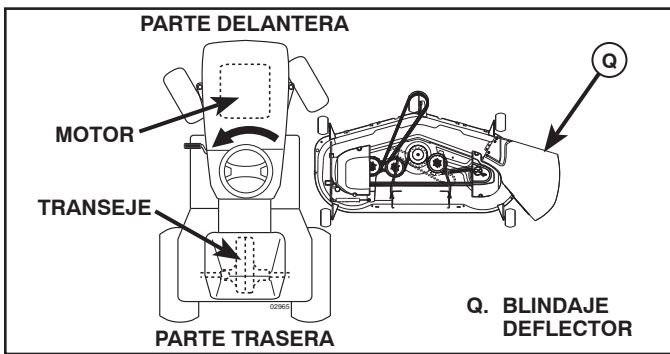

Fig. 24
3. GIRE EL VOLANTE HACIA LA IZQUIERDA Y UBIQUE LA CORTADORA DE CÉSPED EN SU LUGAR (Vea Fig. 24)
- Gire el volante completamente hacia la izquierda y ubique la cortadora de césped en el lado derecho del tractor con el blindaje deflector (Q) a la derecha.
9. INSTALE LA CORREA EN LA POLEA DEL EMBRAGUE DEL MOTOR (M) (Vea Fig. 24 y 32)
- Desenganche la varilla tensora de la correa (K) de la escuadra de bloqueo (L).
- Instale la correa en la polea del embrague del motor (M)